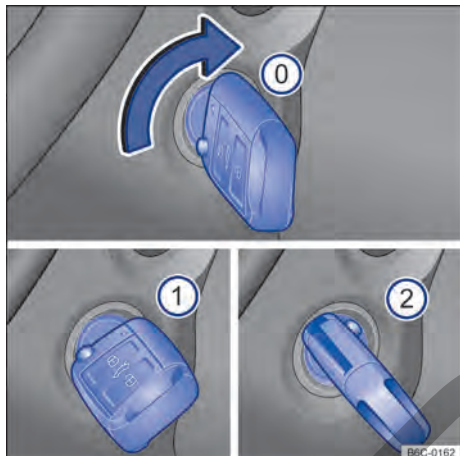

Fig. 88 Al lado del volante de la dirección, a la derecha: posiciones de la llave del vehículo en la cerradura de encendido.
Posiciones de la llave del vehículo → **fig. 88**
- ① Encendido desconectado. La llave del vehículo puede ser retirada.
- ① Encendido conectado.
- ② Pise el pedal del freno (*vehículos con transmisión automática*), o el pedal del embrague (*vehículos con transmisión manual*) y encienda el motor. Cuando el motor arranque, suelte la llave del encendido. Al soltar, la llave del vehículo vuelve a la posición → **fig. 88** ①.
- *Vehículos con cerradura de encendido*: girar la llave del vehículo a la posición → fig. 88 ①. El encendido está conectado. En ese momento la luz de control del sistema de arranque en caliente  se encenderá en el instrumento combinado. Esperar a que la luz de control  se apague indicando el final del calentamiento del combustible (esta acción puede ser necesaria en condiciones de arranque con el motor frío).
- *Vehículos con cerradura de encendido*: girar la llave del vehículo en la cerradura de encendido a la posición → fig. 88 ② – no acelerar. Cuando el motor comience a funcionar, soltar la llave del vehículo en la cerradura de encendido.
- *Vehículos con cerradura de encendido*: girar la llave del vehículo en la cerradura de encendido a la posición → fig. 88